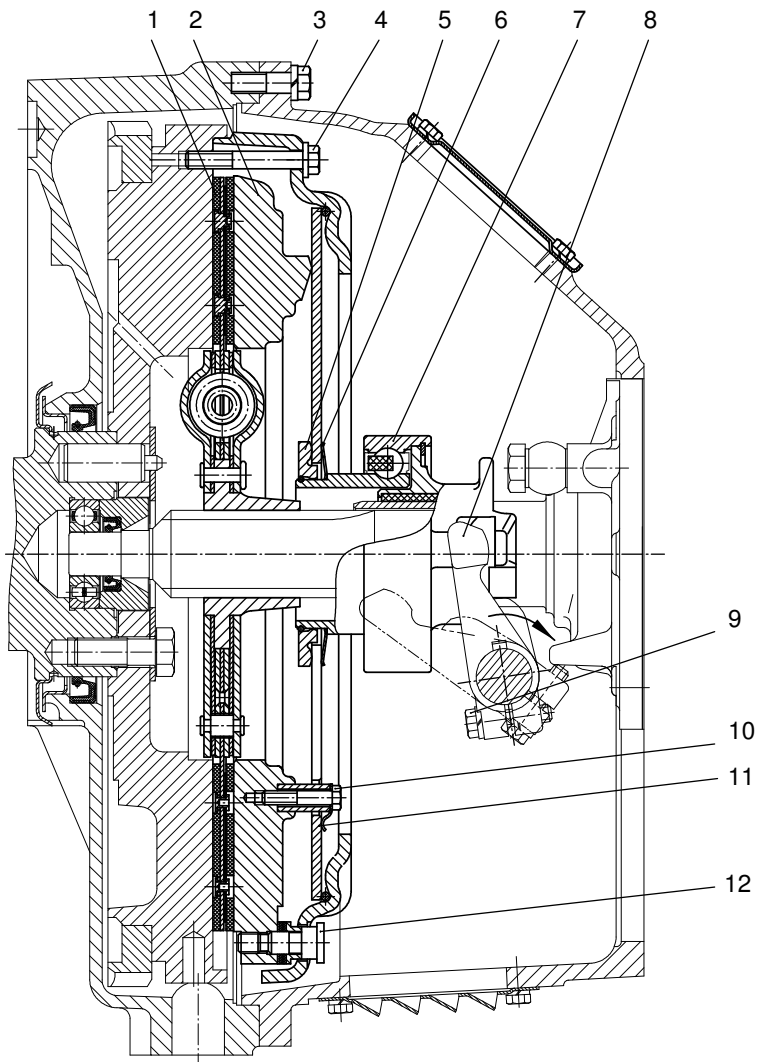
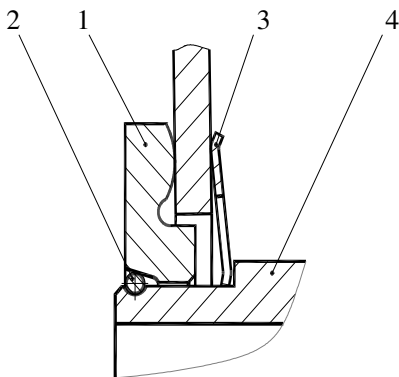

Рис. 151. Сцепление:
Рис.153. Установка муфты
Диафрагменное сцепление (рис. 151) состоит из ведущих и ведомых частей, а также механизма выключения.
Механизм выключения сцепления состоит из муфты с подшипником 7 (см. рис. 151) и вилки 8 с валом, на шлицевой конец которого устанавливается рычаг. Муфта выключения сцепления соединяется с диафрагменной пружиной с помощью запорного устройства (рис. 153). При работе муфта центрируется по направляющей крышки заднего подшипника первичного вала коробки передач и удерживается от поворота боковыми поверхностями вилки.
Выключение сцепления осуществляется поворотом вала по часовой стрелке (см. рис. 151).
1. Установить муфту на нажимной комплект (корзину) в соответствии с рис. 153.